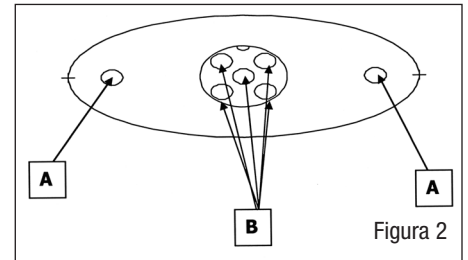

Figura 2
Algunas aplicaciones podrían requerir un adaptador de ventilación del cigüeñal 1205 (se vende por separado) que se monta en el lado inferior del limpiador de aire, según el hueco visto en la figura 2. Puede comprar el adaptador de ventilación del cigüeñal con su minorista local de Edelbrock.
1. Si desea usar el adaptador de ventilación del cigüeñal, perfore dos orificios para perno de 1/4 pulg. (A) en el área ahuecada en la parte posterior de la base del limpiador de aire, y luego perfore algunos orificios de 1/4 pulg. (6 mm). (B) en la ventana ahuecada más grande para permitir que la unión respire (vea la Figura 2). Atornille la unión a la base con las tuercas, pernos y arandelas de 1/4 pulg. incluidos con la pieza 1205. Asegúrese de eliminar rebaba en los orificios perforados antes de instalar el adaptador.